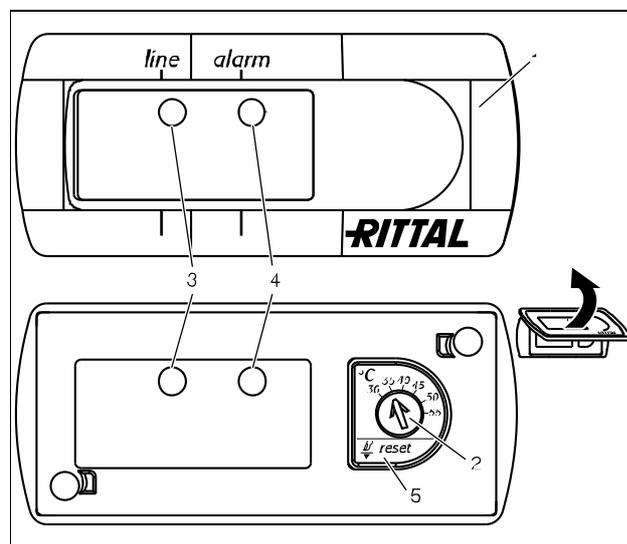

Fig. 32: Controllo Basic
- Impostare la temperatura nominale richiesta sull'apposito regolatore (fig. 32, pagina 21).
- Premere il pulsante di Reset (fig. 32, nr. 5) per almeno 3 secondi.